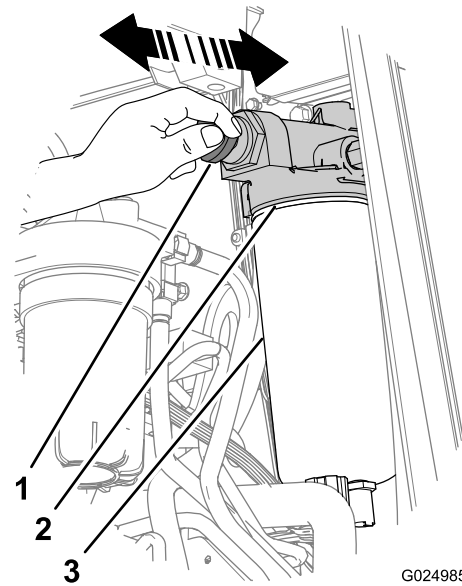

Figura 81
3. Limpe o cabeçote da bomba de combustível e a bomba de escorva usando um spray de limpeza de secagem rápida e ar comprimido (Figura 81).
4. Desbloqueie a manopla da bomba de escorva girando-a no sentido anti-horário (Figura 81).
5. Bombeie manualmente (Figura 81) até que sinta a resistência e a manopla não possa mais ser bombeada (aproximadamente 140 a 150 cursos para filtros secos ou 20 a 60 cursos para filtros encheidos previamente).
6. Trave a manopla da bomba manual de escorva girando-a no sentido horário até que esteja totalmente assentada (Figura 81).